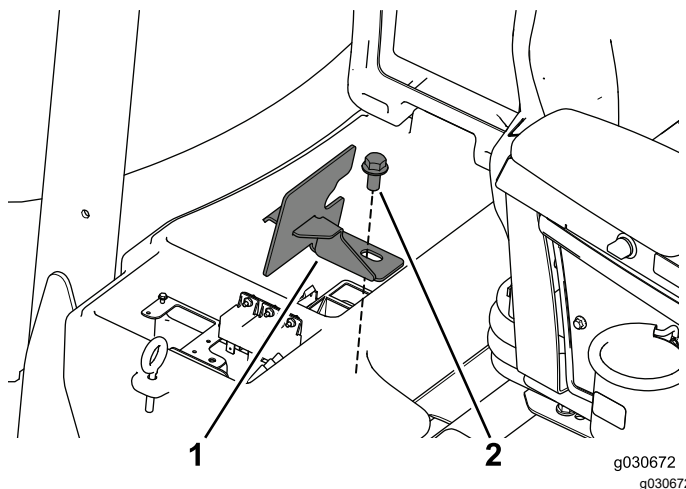

Рисунок 6
5. Снимите и сохраните болт и зажим отделения аккумуляторной батареи (Рисунок 6).